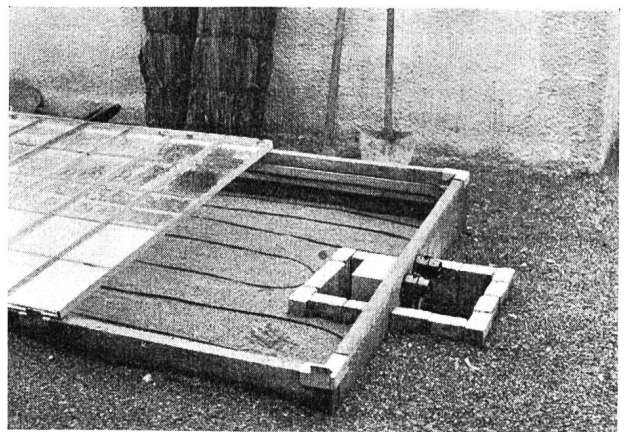

Abb. 75 Elektro-Standard-Frühbeet.
2. Ein Standard-Frühbeet der Firma Baumann, Koelliker & Co., A. G. (Abb. 75).